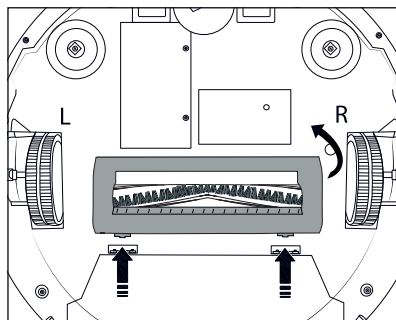

Fig. 14
- ♦ Tryk på de to oplåsningsknapper på børsterulleafdækningen **15** for at løsne dem. Tag børsterulleafdækningen **15** af produktet (se fig. 14).